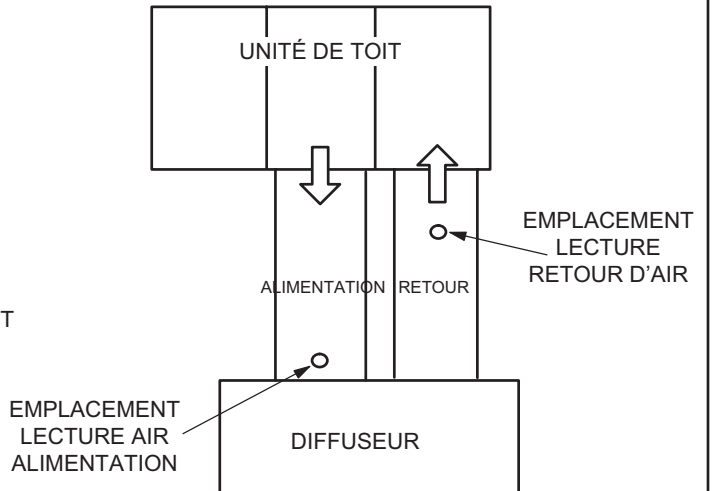

FIGURE 31
- 2 - Avec tous les panneaux d'accès en place, mesurez la pression statique à l'extérieur de l'unité (depuis l'alimentation jusqu'au retour). Les données de rendement du ventilateur sont basées sur les mesures de pression statique réalisées aux endroits indiqués à la FIGURE 31.